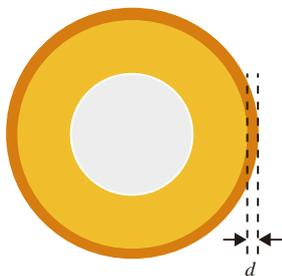

图 6-26 练习题 1 图
1. 阻焊开窗通常需要比焊盘单边大 0.05mm (见图 6-26)，以减少阻焊对位公差对产品良率造成影响。嘉立创使用 LDI 曝光机生产精密多层 PCB，可实现阻焊开窗面积与焊盘